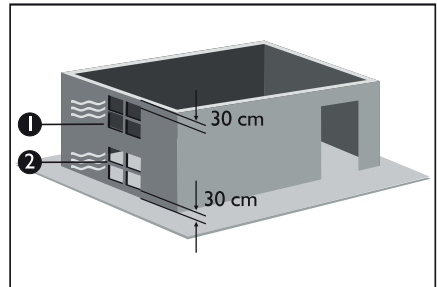

Figura 9
- Si el aire de ventilación se toma directamente del exterior, se deberán realizar dos (2) aberturas permanentes en las paredes del cuarto de tal forma que las comuniquen directamente con el ambiente exterior, cada una de dichas aberturas deberá tener un área mínima de 6 cm por cada kilovatio de potencia nominal instalado (Ver figura 9).
- En este caso de ser necesarias, la localización de las aberturas de la ventilación deberá ser la siguiente: una inferior a máximo 30 cm del suelo y una superior máximo 30cm del techo hacia abajo. (Ver figura 9).